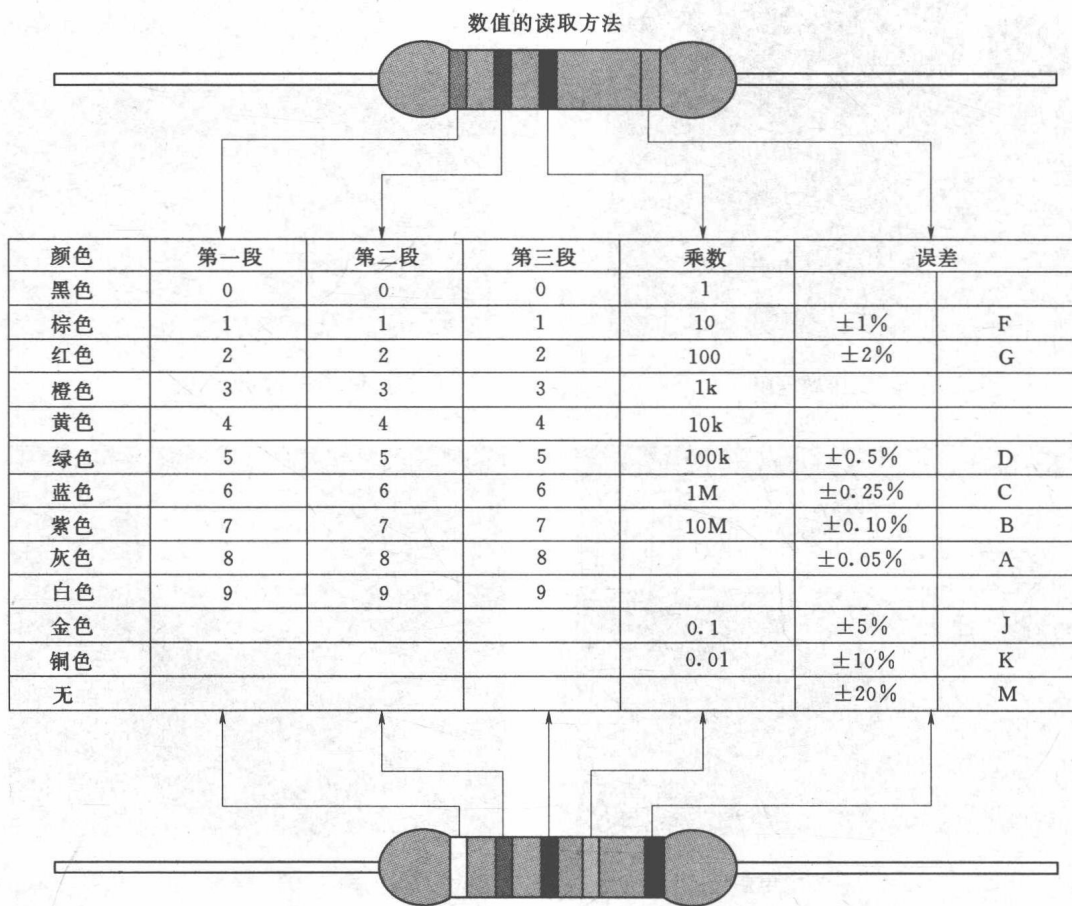

图 1.12 色环颜色所代表的数字或意义
(1) 直标法。如  $2.7\text{k}\Omega \pm 5\%$ 。
(2) 数标法。用三位数标识，左起两位给出电阻值的第一位、第二位数字，而第三位数字则表示在后加 0 的个数，单位是  $\Omega$ ，如 102K，即  $1\text{k}\Omega \pm 10\%$  (J 表示误差为  $\pm 5\%$ ，K 表示误差为  $\pm 10\%$ ，M 表示误差为  $\pm 20\%$ )。
(3) 色环法。图 1.12 为色环颜色所代表的数字或意义。